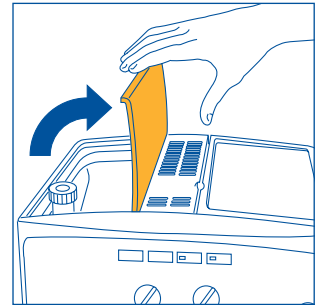

Fig. 2
- Ouvrez le couvercle du réservoir de café en grains (fig. 2)